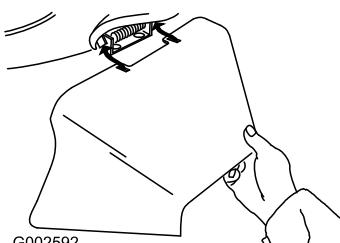

Bild 32
3. Setzen Sie den Seitauswurfskanal ein und schließen Sie die Klappe auf dem Auswurfskanal (Bild 32).